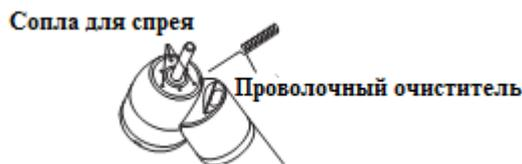

Рисунок 8
- 1) Удаляйте загрязнение и опилки из каналов «чистой головки» при помощи проволочного очистителя и щетки (Рисунок 8).